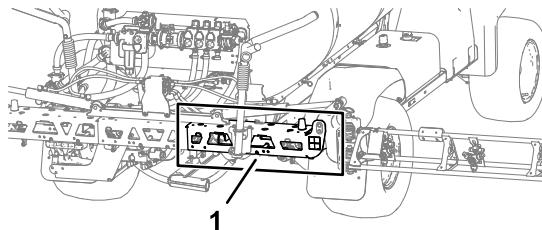

Figure 141
1. Repérez le cadre en treillis droit de la section de pulvérisation centrale (Figure 141).